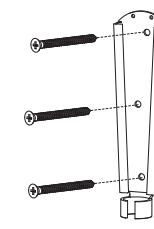

Рис. 2
- 5 Расположите основание на стене, совместив отверстия на основании и стене. Закрепите его при помощи саморезов (Рис. 2) Не закручивайте саморезы слишком сильно. Убедитесь в том, что основание выставлено по уровню после прикрепления к стене.
5 Расположите основание на стене напротив отверстий и присоедините при помощи саморезов, как показано на рис.2. Не закручивайте саморезы слишком сильно. Убедитесь в том, что основание выставлено по уровню после прикрепления к стене.